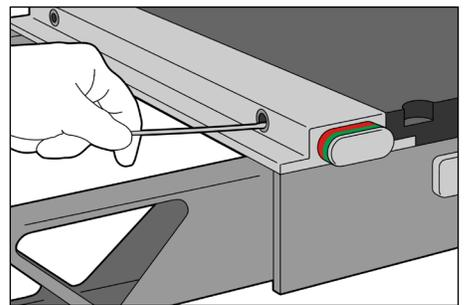

Abb. 3
3. Verwenden Sie trockene Wattestäbchen zur Reinigung der Innenseite der Aufnahmebohrungen. (Abb. 3)
5. Verwenden Sie trockene Wattestäbchen zum Auswischen loser Staub- und Schmutzpartikel. (Abb. 3)